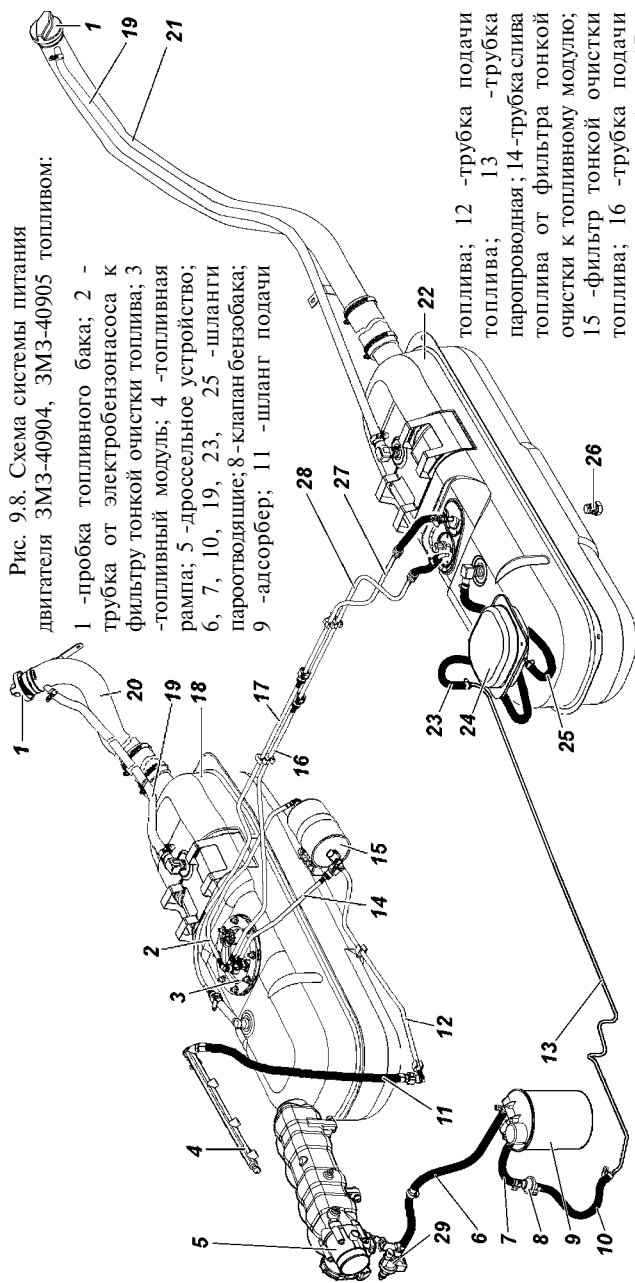

Рис. 9.8. Схема системы питания двигателя 3МЗ-40904, 3МЗ-40905 топливом:
Топливные баки 18, 22 (рис. 9.8). Обслуживание топливных баков заключается в периодической промывке фильтра топливного модуля (правый бак), промывке фильтра приемной трубки указателя уровня топлива (левый бак) и промывке самих баков.
Периодически сливайте отстой, отвернув пробку 26 (рис. 9.8) снизу бака.
- слейте топливо, отвернув пробку 26 (рис. 9.8);
- откройте люк в полу кузова над топливным модулем 3 или отверните болты крепления сепаратора 24 (рис. 9.8) и выньте его, отсоедините от него шланги;
Топливный модуль 3 (рис. 9.8) погружного типа, включающий в себя электробензонасос, сетчатый фильтр, струйный насос, регулятор давления и датчик указателя уровня топлива. Установку топливных трубок производить до "щелчка" запорной пружины быстросъемного соединителя.